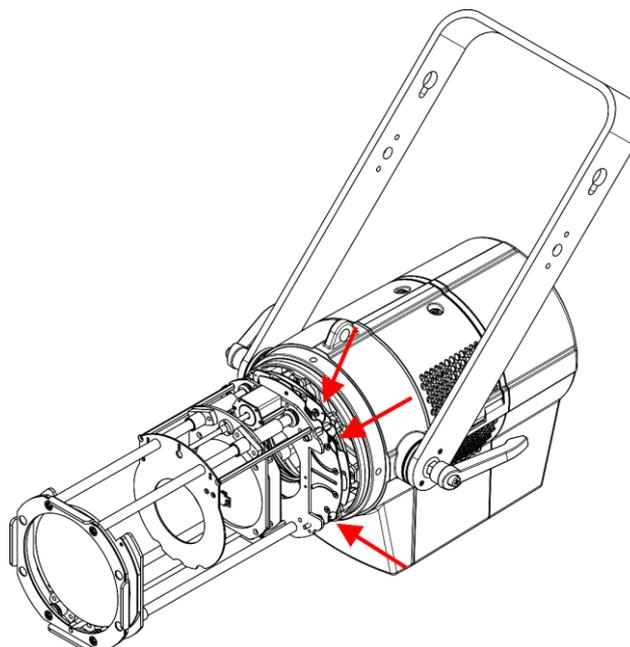

Abb. 09
- 02) Stellen Sie die Shutter-Positionen über die Einstellräder ein (Abb. 09). Es gibt sechs Einstellräder (zwei pro Shutter).